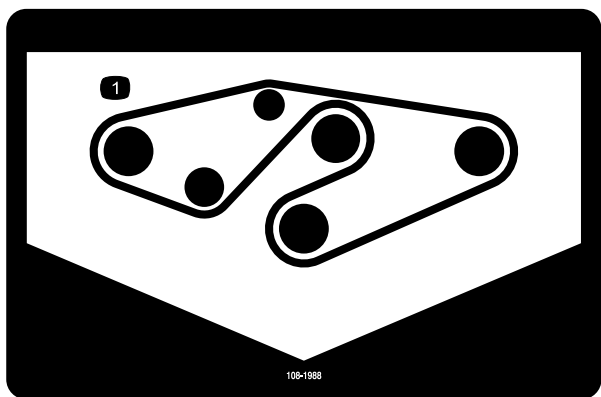

図 36
4. 図のように、スピンドルプーリとアイドラプーリに新しいベルトを回しかける 図 36。